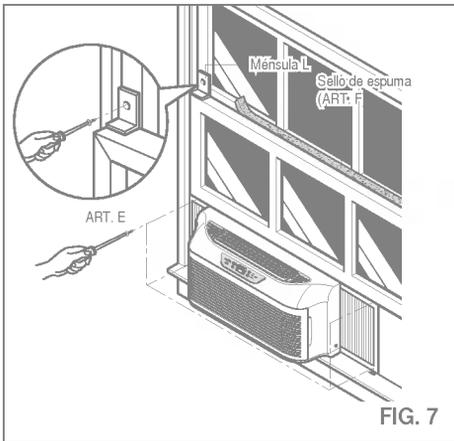

FIG. 7
Expanda los bastidores de la cortina y asegúrelos usando 4 tornillos (ARTÍCULO E) como lo muestra en la FIG. 7.
- Corte el sello de espuma (ARTÍCULO F) al ancho de la ventana. Rellene el espacio entre el vidrio y la ventana con la espuma selladora para prevenir que los insectos y el aire penetren en la habitación, como se muestra en la FIG. 7.